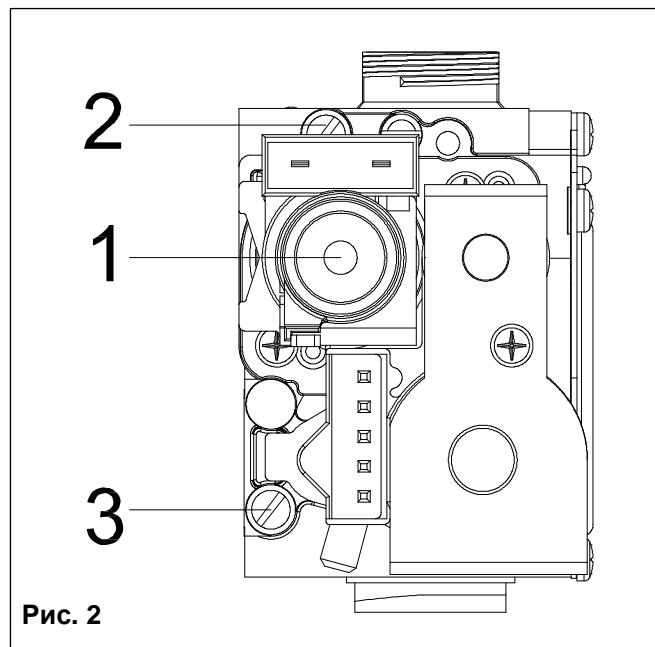

Рис. 2
- Ослабьте винт точки замера давления № 2 (рис. 2) и вставьте манометр.